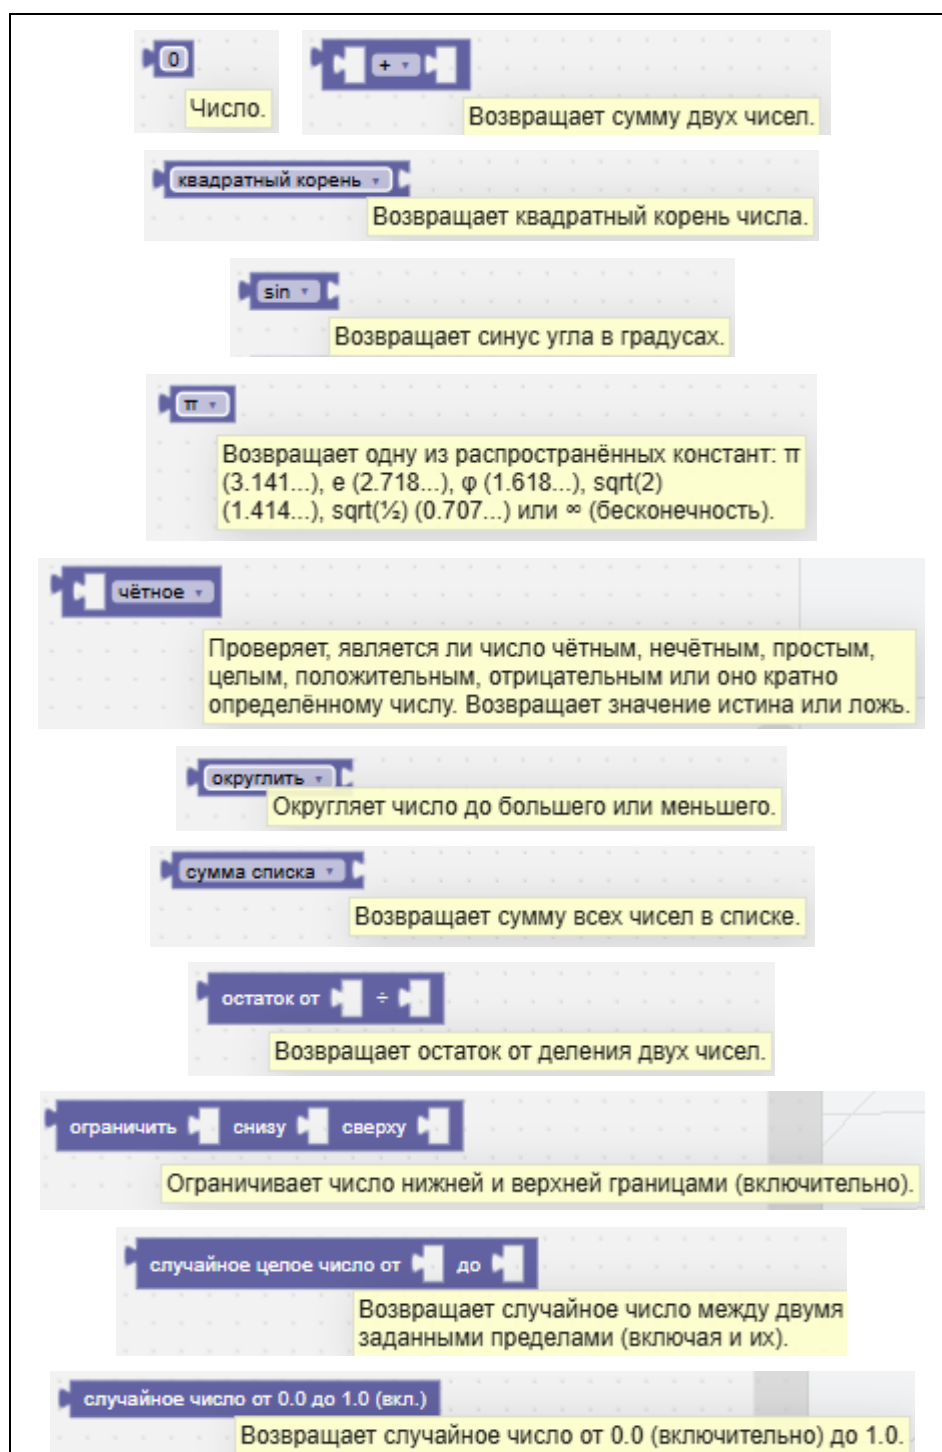

Рисунок II-20 – Блоки «Математика»
2. Блоки «Математика» – вычисления, формулы (см. Рисунок II-20).